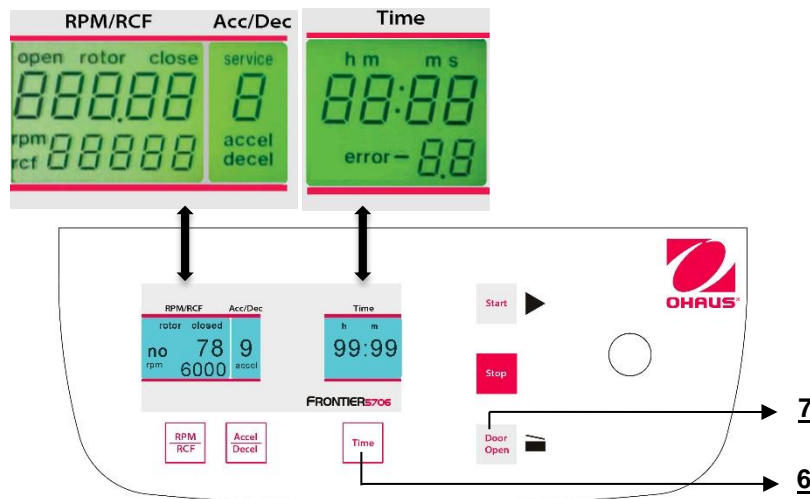

Abbildung. 26
Während die Zentrifuge ausgeschaltet ist, drücken Sie gleichzeitig die Tasten "**Time**"(6) und "**Door Open**" (7) und schalten Sie die Zentrifuge am Hauptschalter ein. Lassen Sie nun beide Tasten los und als ein Ergebnis hiervon wird ein Anzeigetest von ungefähr 5 Sekunden durchgeführt. Alle Indikatoren werden gleichzeitig erscheinen (siehe Abbildung 26).